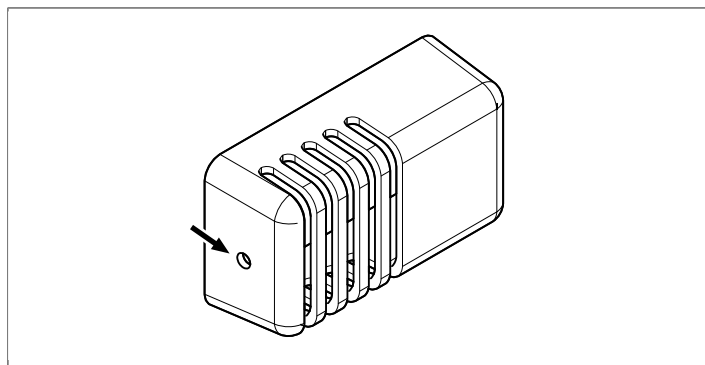

Fig 23: Återställning av temperaturskydd på sensorn
- Temperaturskyddet vid sensorn är till för att förhindra överhettning av trävirke i bastun. Om temperaturskyddet vid sensorn utlöst så bryts spänningen till aggregatet. När temperaturen i bastun gått ned kan detta återställas. Innan detta görs skall orsaken till överhettning klarläggas. Återställning görs genom att man trycker med t. ex. ett gem på den fjädrande knappen (se **Fig 23**, sidan 13).